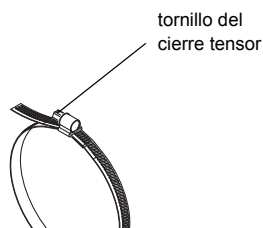

Fig. 9.13: Cierre tensor de abrazadera con abrazadera de tensión
- Colocar la abrazadera de tensión alrededor del tubo y hacerla pasar a través del cierre tensor (véase Fig. 9.13).